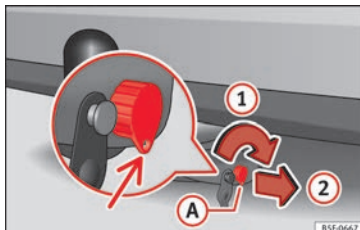
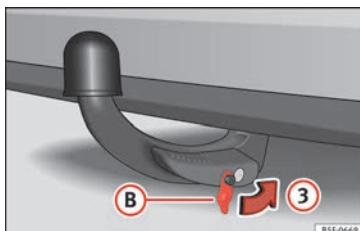

Fig. 230 Bloquear fechadura
Fig. 231 Colocar a tampa sobre a fechadura
- Girar a chave ① no sentido da seta ① até que a parte furada da chave chegue à sua posição inferior » » » Fig. 230.
- Retira a chave no sentido da seta ②.
- Coloque a tampa ③ na fechadura no sentido da seta ③ » » » Fig. 231 » » » ①.